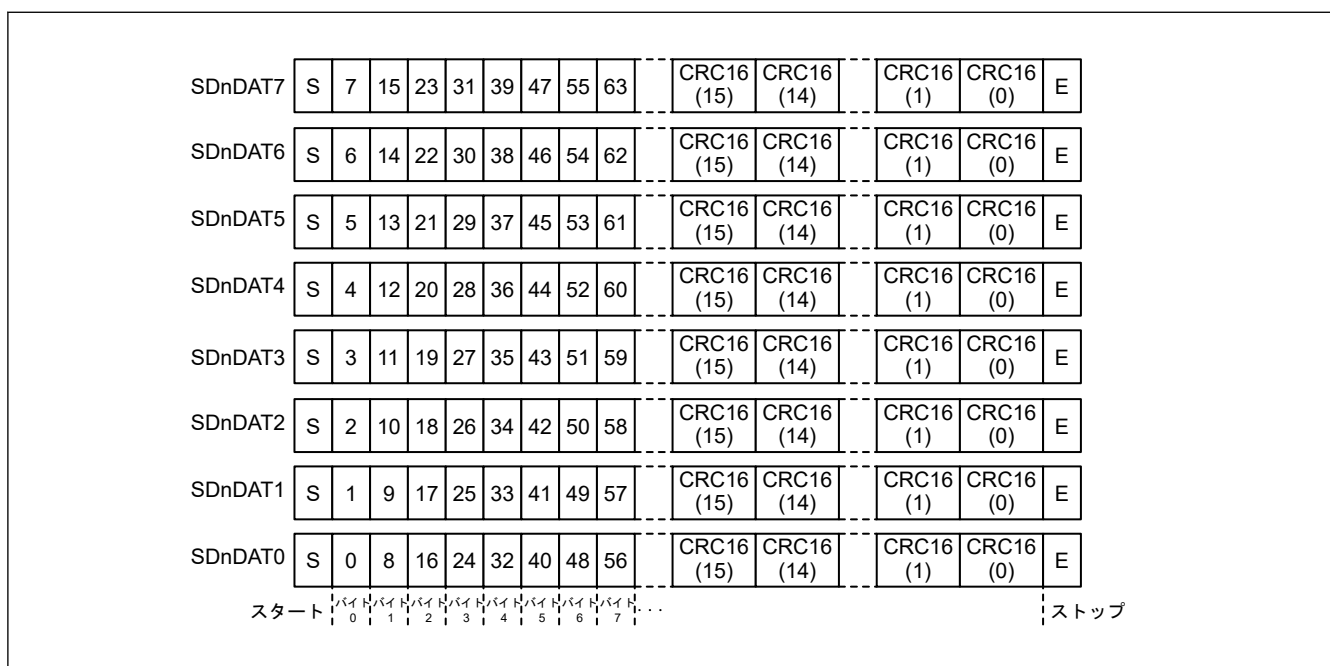

図 36.4 8 ビット幅モードの SDnDAT
2. 受信データが MMC ホストインタフェースの SD\_BUF に格納される (図 36.4 を参照)。